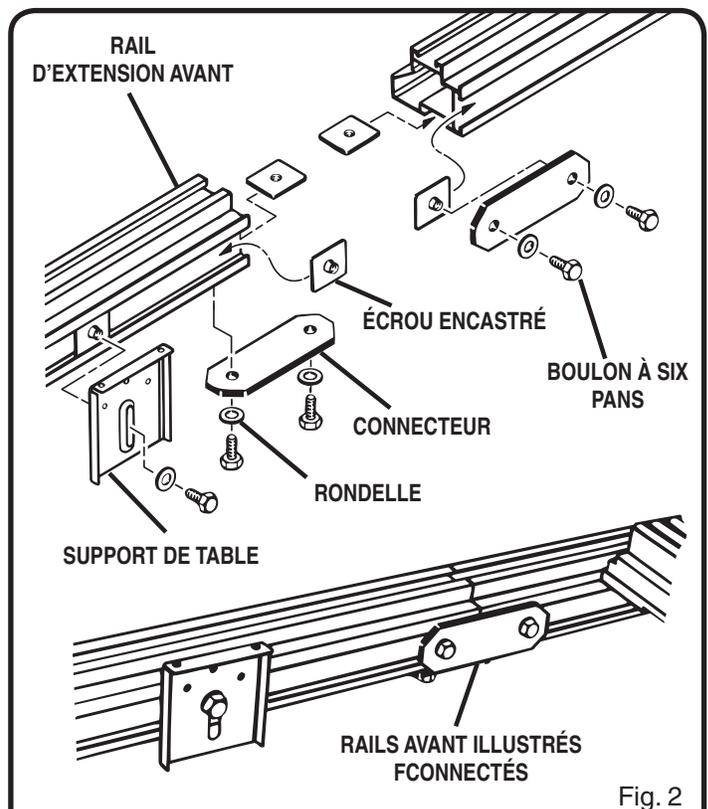

Fig. 2
Voir la figure 2.
- Glisser deux écrous encastrés dans la rainure sur la partie arrière du rail d'extension avant. Voir les figures 2 et 4.